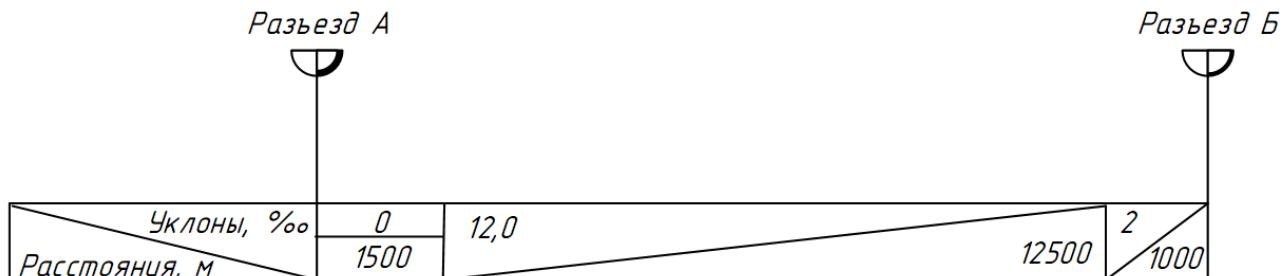

Рисунок 1 Продольный профиль ограничивающего перегона
30. Определить время хода поезда (туда и обратно) по запроектированному продольному профилю участка (рисунок 1) при руководящем уклоне $i_p = 11\%$, локомотив 2ТЭ10. Подсчет времени хода выполнить в табличной форме.